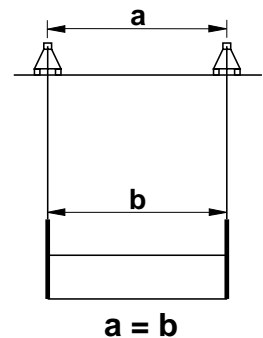

Fig. 1.4
- Ajuster l'entr'axe (a) entre les poutres de suspension de façon à être égal à l'entr'axe (b) entre les étriers de la plate-forme (Fig. 1.4).